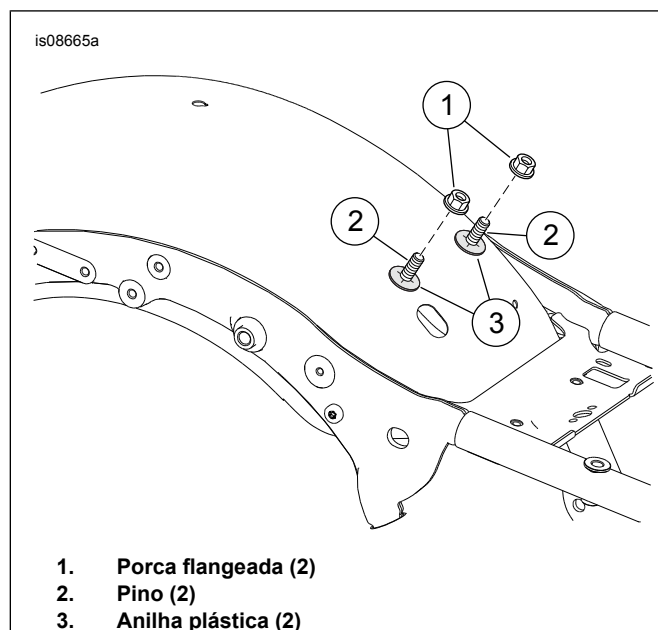

Figura 2. Materiais de montagem
3. Ver Figura 2 . Retire as porcas (1). Deixe as anilhas (3) e pinos (2) no sítio.
5. Figura 2 Colocar a base de montagem sobre os pinos (2) e as anilhas de plástico (3).